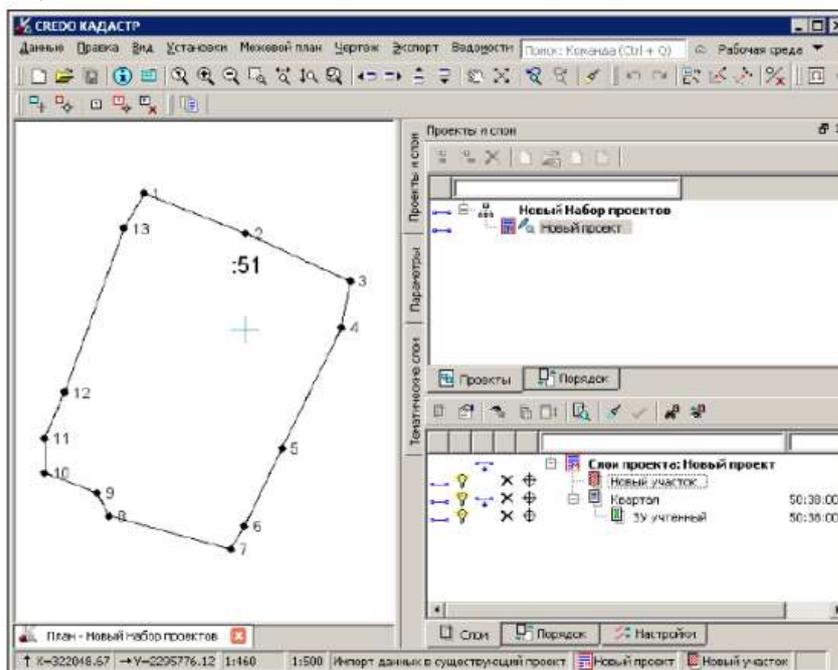

Рисунок 29– Окно параметров
7. Для отображения данных на экране выберите команду **Вид/Показать/Все** *<Ctrl+0>*. В результате в графическом окне отобразится импортированный участок из KB (рис. 29).